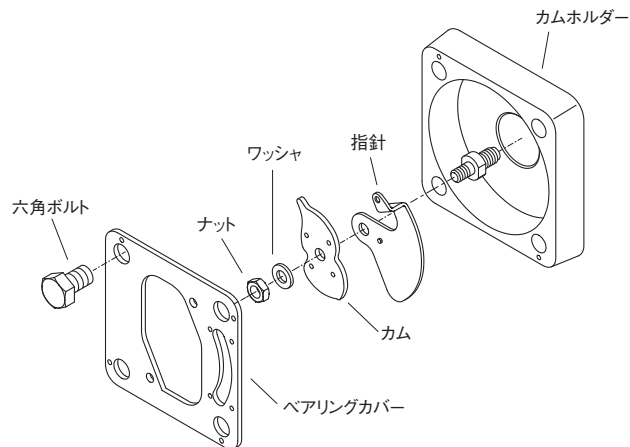

図4-3
- 【2】 ポジショナを取り外したらナットを外してバルブシステム先端に付いているカムと指針を取り外します。(図4-3参照)